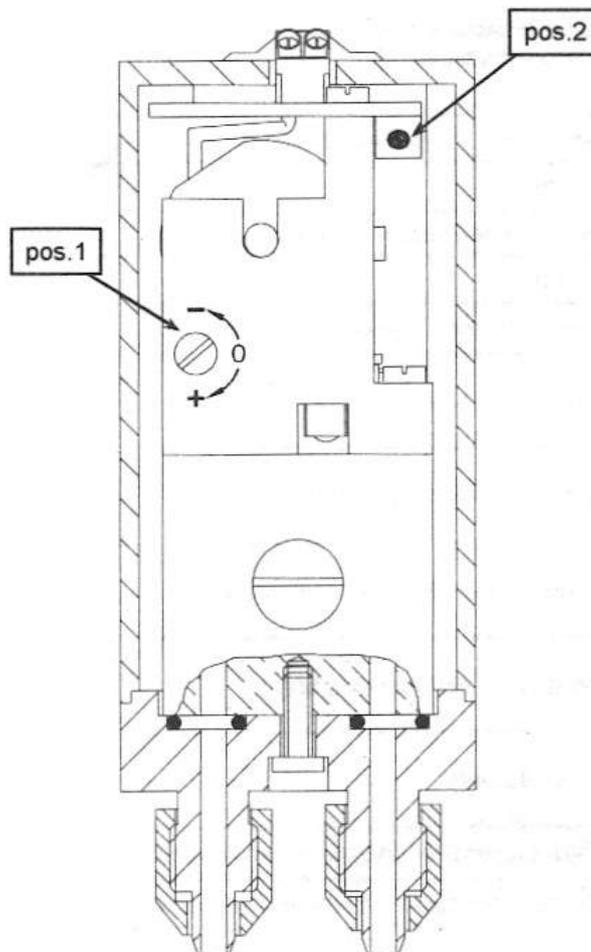

Fig. 2
NOTA: Il convertitore è già calibrato in fabbrica e non richiede alcuna messa in funzione particolare, comunque nel caso il C805, una volta messo in esercizio, specialmente se l'installazione non fosse verticale come consigliato, verificare la taratura di ZERO ed in caso di necessità agire sulla vite di azzeramento meccanico interna per correggere l'OFF-SET pneumatico (Rif. Fig. 2 – Pos. 1)
3. Ruotare la Vite di azzeramento (Rif. Fig.2 – Pos.1) fino quando la pressione in uscita sia pari al valore d'inizio scala desiderato , ad esempio al valore pneumatico di 3 psi
3. Ruotare il Trimmer (Rif. Fig. 2 – Pos. 2) variando la pressione di Fondoscala (SPAN) , ad esempio fino a 20 psi
5. Eseguire nuovamente l'azzeramento mediante la vite (Rif. Fig. 2 - Pos. 1) fino ad ottenere ad esempio la pressione di 2 psi